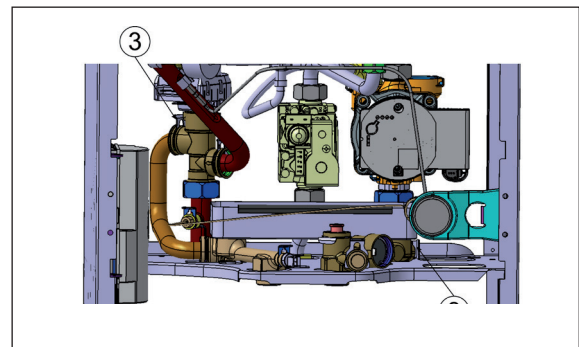

Bild 3
- Die beiden Verrohrungsclip (3) am 3-Wegeventil nach oben und am Rücklaufblock zur Seite herausziehen (Bild 3)